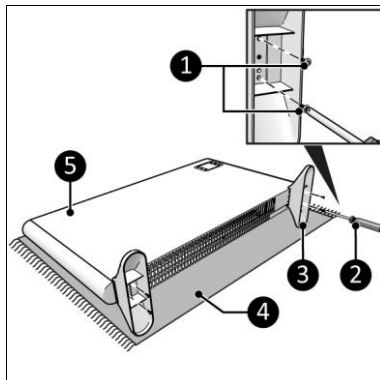

Figure 7
1. Posez l'appareil sur une surface douce et stable (Figure 7, pos. 4).
2. Placez les pieds (Figure 7, pos. 3) des deux côtés du corps principal (Figure 7, pos. 5).
3. Vissez et serrez les pieds avec une petite vis (Figure 7, pos. 1) à l'aide d'un tournevis Phillips (Figure 7, pos. 2).